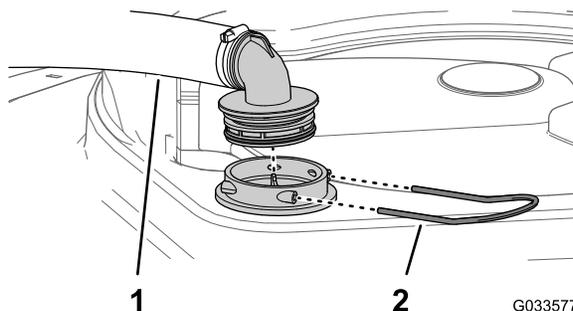

图53
2. 在打药机药缸的顶部拆下固定从过滤器外壳连接至大软管的软管接头的卡环 图53。
3. 从过滤器外壳上拆下软管和软管接头 图53。